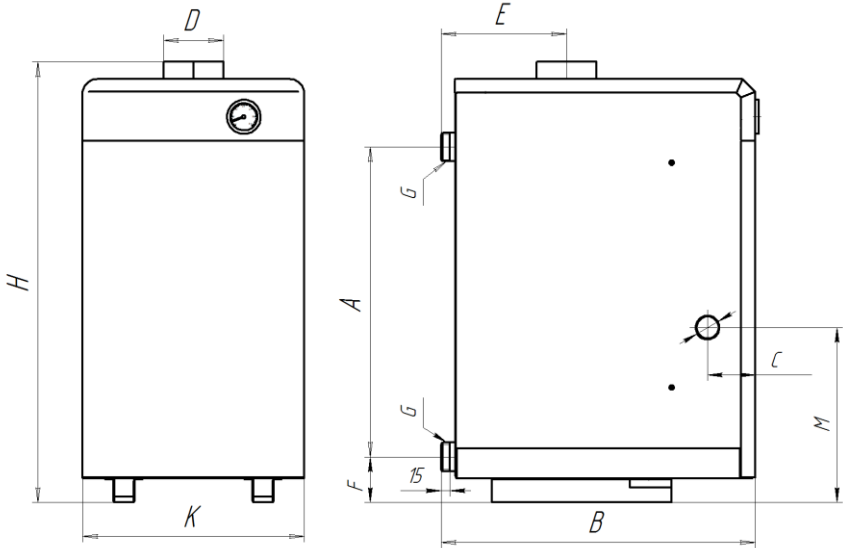
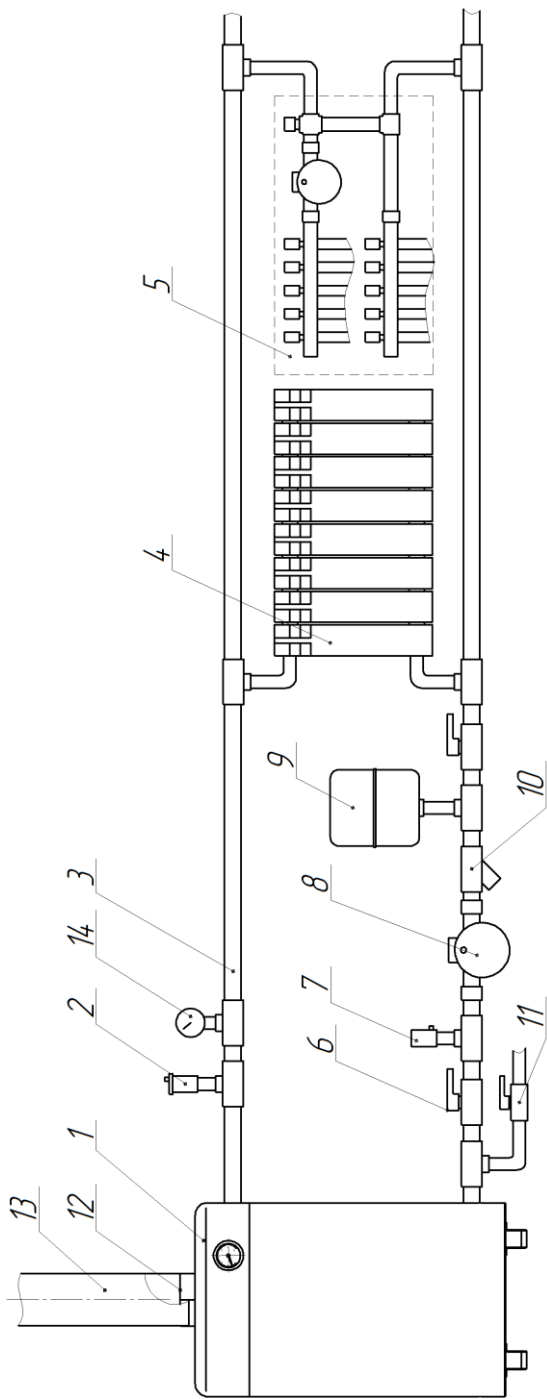
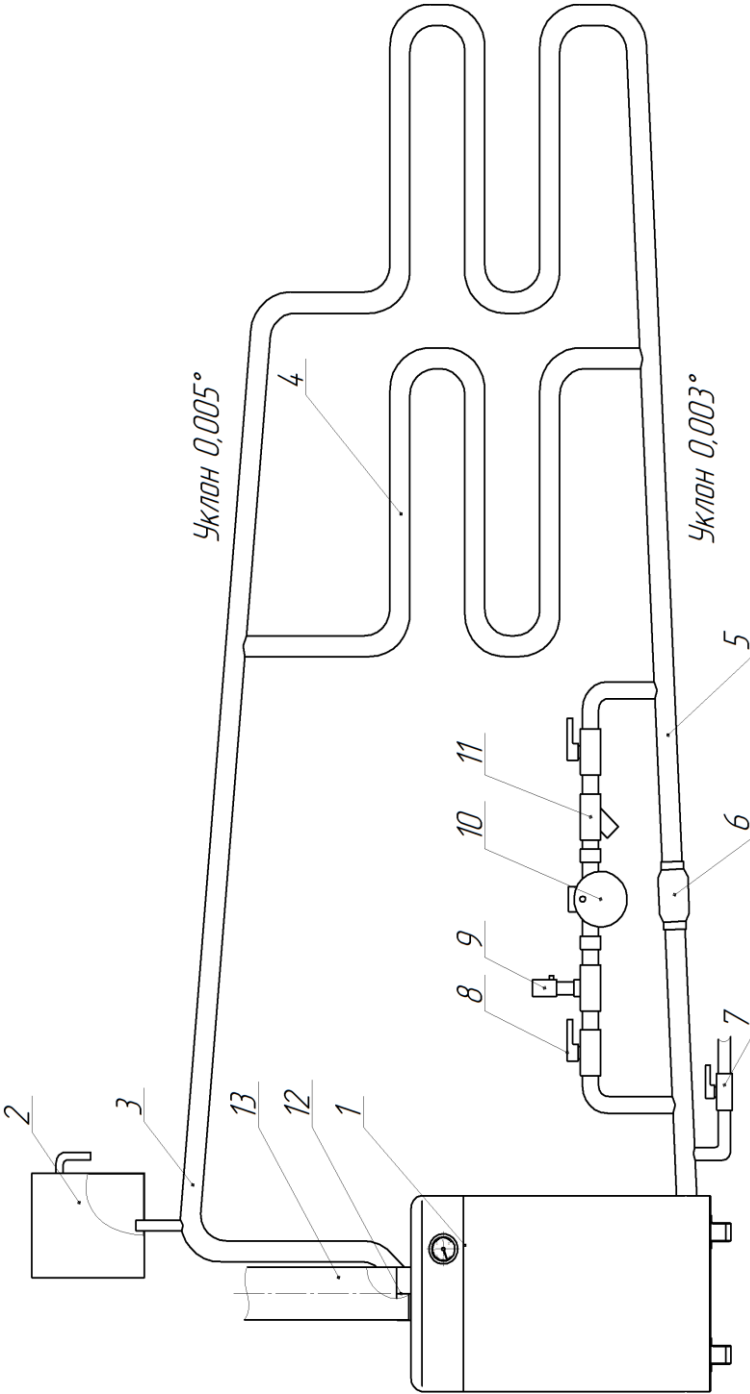

Рис. 3 Габаритные размеры котла
Рис.4 Рекомендуемая схема закрытой системы отопления
Рис.5 Рекомендуемая схема открытой системы отопления
- 8.4. Система должна быть полностью заполнена теплоносителем, автоматический вывод воздуха происходит по средствам воздушного клапана (поз.2 рис.4), вывод воздуха из радиаторов отопления (поз.4 рис.4) осуществляется вручную при заполнении системы и перед началом отопительного сезона. В открытой системе отопления вывод воздуха происходит через расширительный бак (поз.2 рис.5).
- 8.5. Смесительно-распределительный узел системы «теплый пол» (поз.5 рис.4) позволит более четко контролировать температуру теплоносителя во всех ветках системы.
- 8.6. Подготовка циркуляционного насоса (поз.8 рис.4; поз.10 рис.5) к работе и его техническое обслуживание:
- 8.7. При работе системы отопления краны (поз.6 рис.4) на трубопроводе должны быть открыты.
- 8.8. В обратный трубопровод отопления присоединяется расширительный бак закрытого типа (поз.9 рис.3). Подбор расширительного бака необходимо вести с учетом объема теплоносителя в котле плюс в отопительной системе, принять бак объемом не менее 10% от этой суммы. Установку бака открытого типа (поз.2 рис.5) рекомендуется осуществлять в подающий трубопровод.
- 8.9. Обязательно в закрытую систему установить предохранительный клапан (поз.7 рис.4) с величиной срабатывания не более 0,3 МПа и манометр (поз.14 рис.4), допускается установка компонентов в составе группы безопасности.
- 8.10. Для заполнения и подпитки системы к обратному трубопроводу подвести трубопровод от водопровода холодной воды с установкой вентиля (поз.11 рис.4; поз.7 рис.5).
8.11. При первом заполнении системы по показанию манометра (поз.14 рис.4) наберите давление 0,05-0,1 МПа, при работе и нагреве котла это число возрастет. При заполнении открытой системы следите за уровнем теплоносителя в расширительном баке (поз.2 рис.5), уровень должен составлять 1/3 объема бака, при нагреве уровень увеличится.
Примечание: Автоматический переход с принудительной на естественную циркуляцию теплоносителя произойдет в случае установки под байпас обратного клапана (поз.6 рис.5), если установлен вентиль, то переход осуществляется открытием вентиля.
- 9.1. При присоединении дымоотводящего канала к котлу, труба (поз.13 рис.4) должна плотно одеваться на обечайку (поз.12 рис.4) дымохода котла. Допускается уплотнить щель огнестойким материалом (глина, базальтовый картон и т.п).